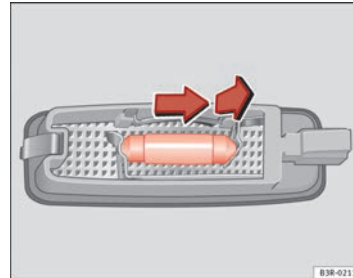

Abb. 228 Ausbau der Leuchte in der Sonnenblende
- Nehmen Sie die Glühlampe in Pfeilrichtung heraus ⇒ Abb. 228. ■